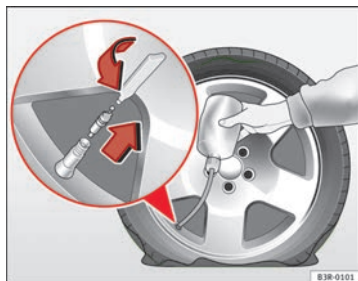

Fig. 164 Pneu: encher
- Remover o protector da válvula do pneu e desenroscar o interior da válvula com a ajuda de uma chave de fendas ⇒ Fig. 164.